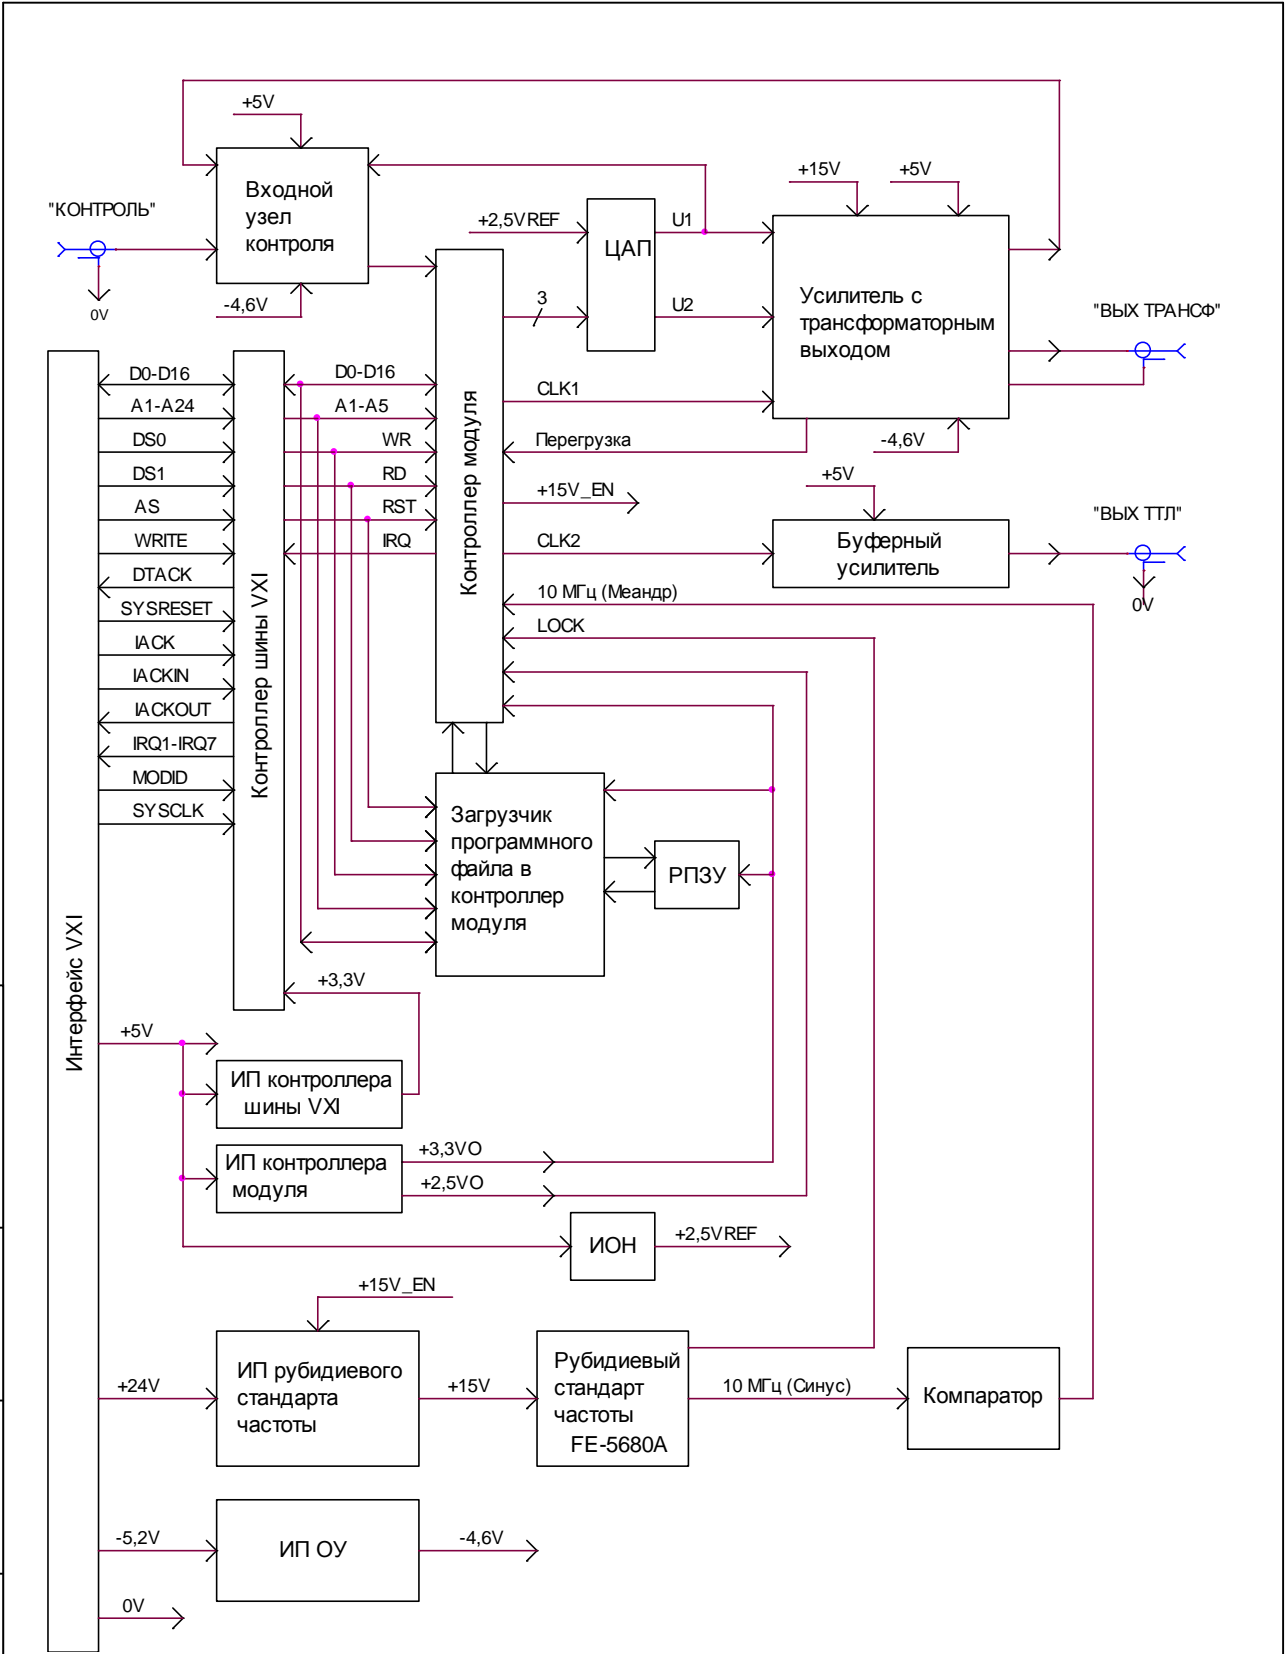

Рисунок 1 Структурная схема модуля МФЭЧ
1.3.1.1 Модуль содержит следующие функциональные узлы (см. рисунок 1):